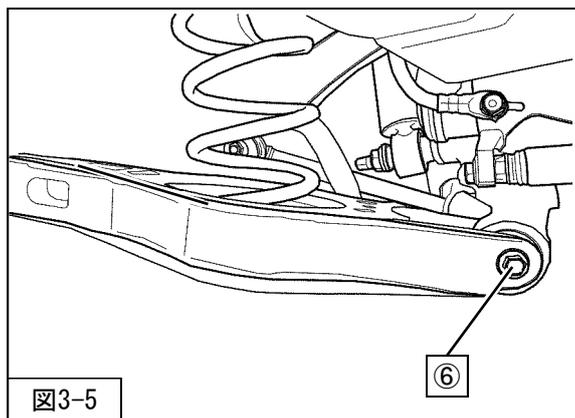

図3-5
10. ⑥ロアアーム取付ボルト・ナットを取外してください。(図3-5)